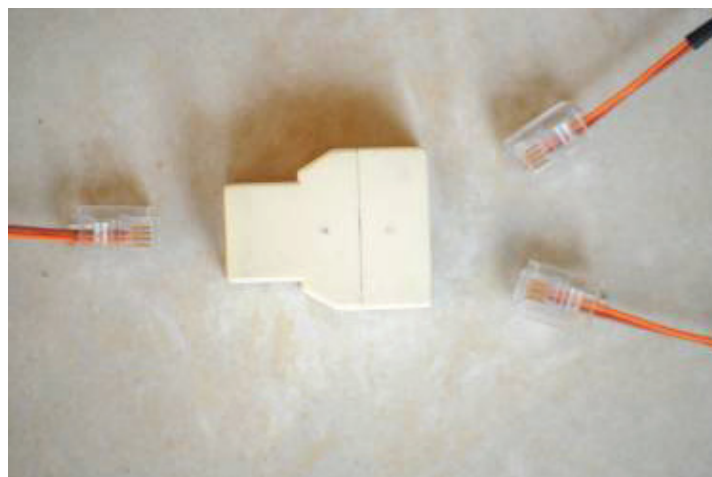

Рис. 7.27
7.5.11.5 Соединение межблочного сигнального кабеля с кабелем блока коммутации производится при помощи трехштекерного телефонного разъема (рис. 7.27) или пайки.